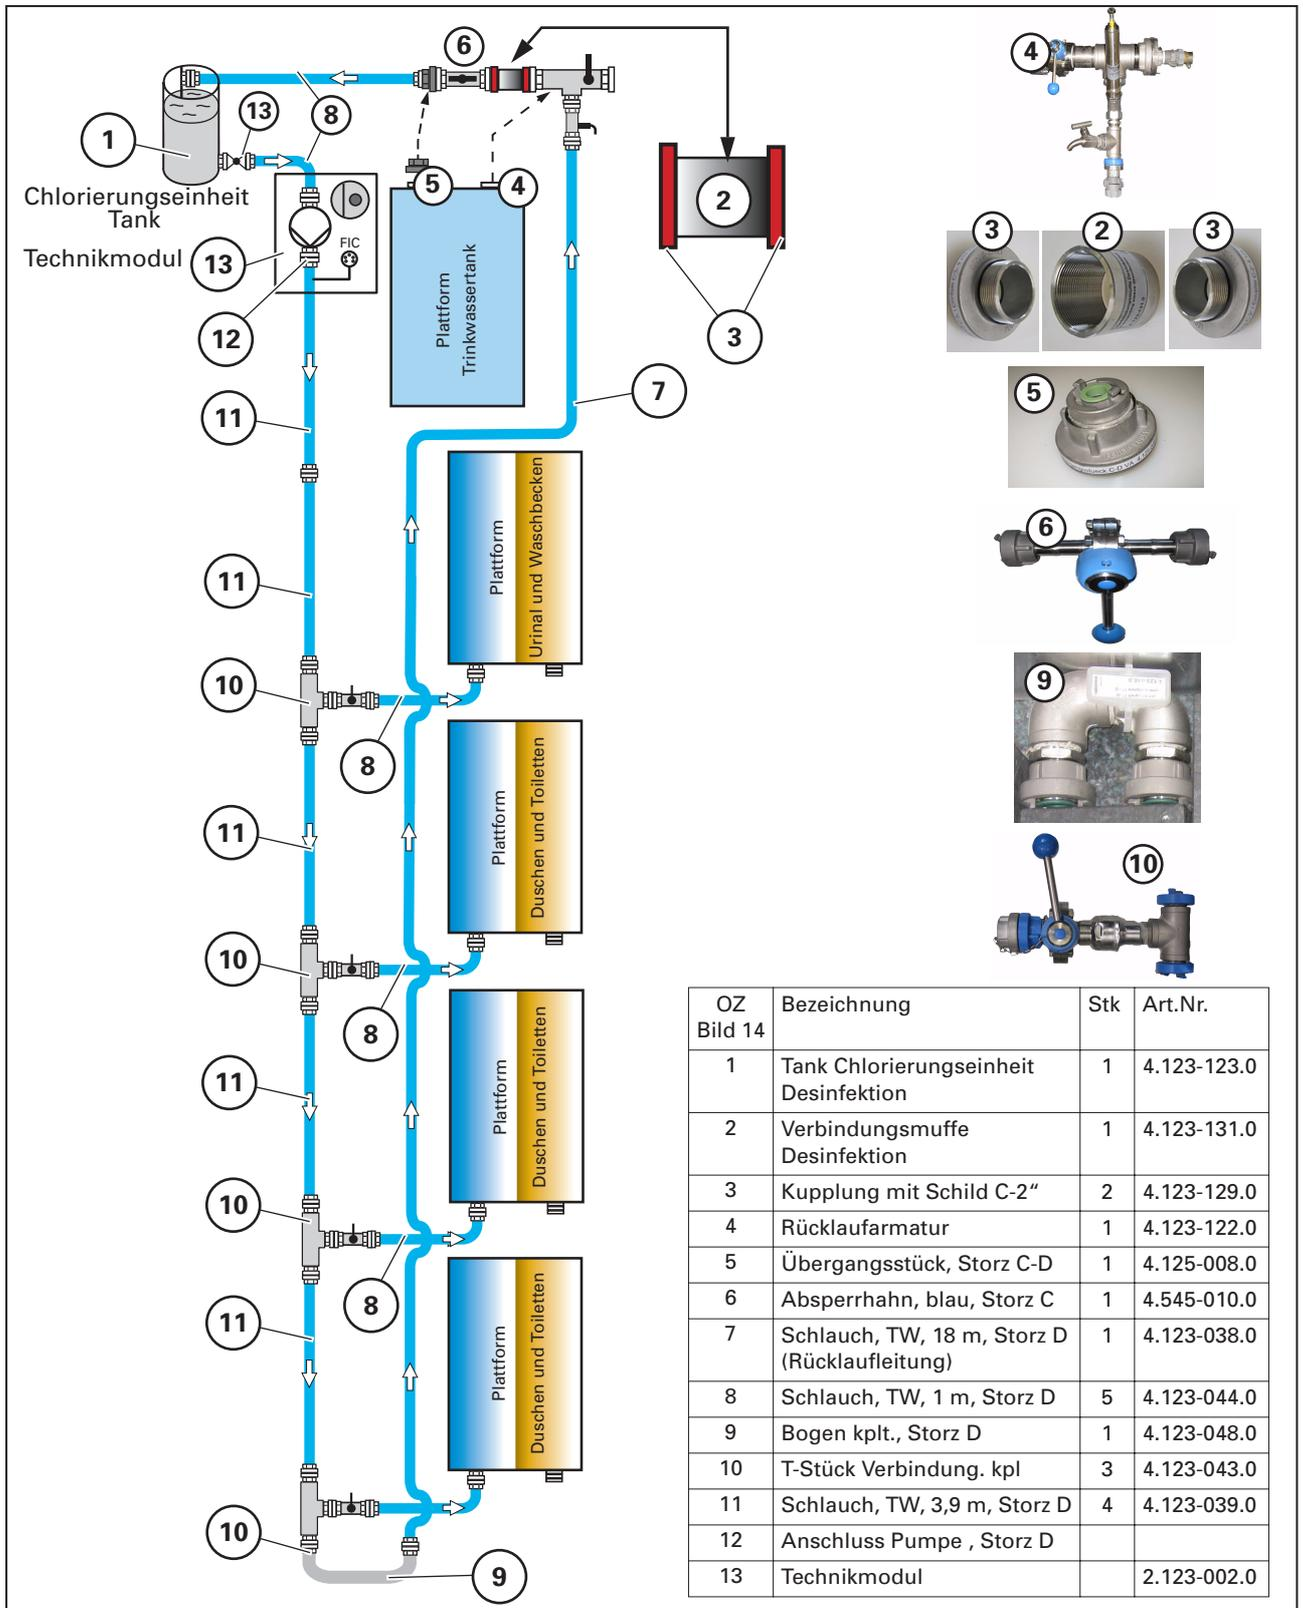

Bild 14 Verrohrungsschema Desinfektionsvorgang
Bild 14 zeigt das Verrohrungsschema für den Desinfektionsvorgang.
5. Am Anschluss (14/12) des Technikmoduls einen 3,9-m-Trinkwasserschlauch (4.123-039.0) der Trinkwasserringleitung anschließen und weiter alle Leitungskomponenten gemäß Bild 14 aufbauen.